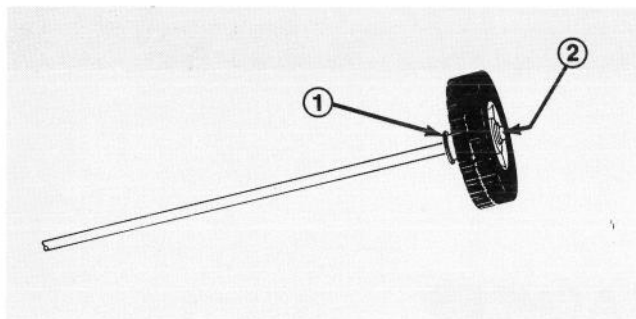

Figure 1
1. Posez un des écrous à pousser au bout de l'essieu (Figure 1) en plaçant l'écrou sur une surface plane, en insérant un bout de l'essieu et en frappant légèrement l'autre bout de l'essieu avec un marteau.
2. Glissez la roue sur l'essieu jusqu'à ce qu'elle appuie sur l'écrou (Figure 1). Assurez-vous que le côté à six rais du moyeu de la roue est tourné vers le centre de l'essieu.
3. Glissez une rondelle plate sur le bout de l'essieu jusqu'à ce qu'elle appuie sur le moyeu de la roue (Figure 1).